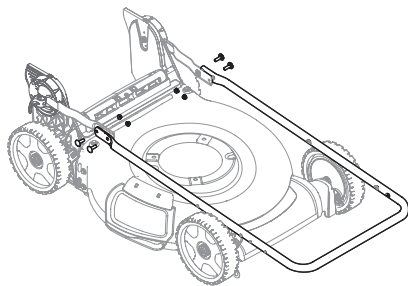

Figura 8
4. Usando los cuatro pernos de cabeza redonda y tuercas retirados en el PASO 1, asegure la manija superior a la manija inferior. Ajuste los elementos de ferretería para asegurar la manija en su lugar (Figura 8).